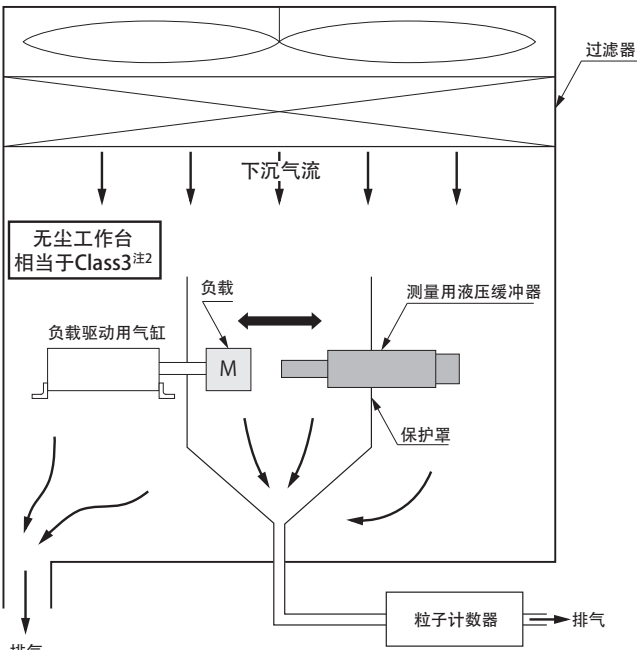

图 1
- 1. 在不运行洁净工作台（图 1）内的测试用液压缓冲器及驱动负载用气缸时，直接测量洁净工作台内的例子（背景测定）^注。